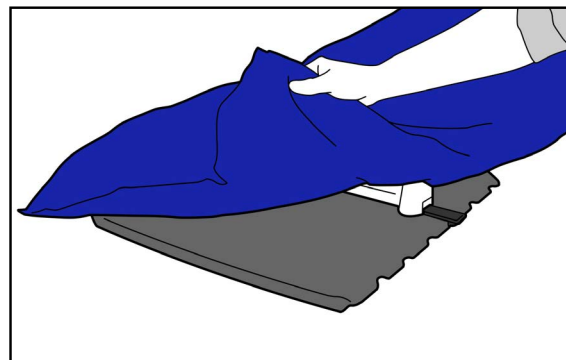

Fig. 6
3. Llene el colchón con aire suficiente para eliminar los dobleces y los pliegues. A continuación, coloque el colchón sobre los organizadores (Fig. 6).